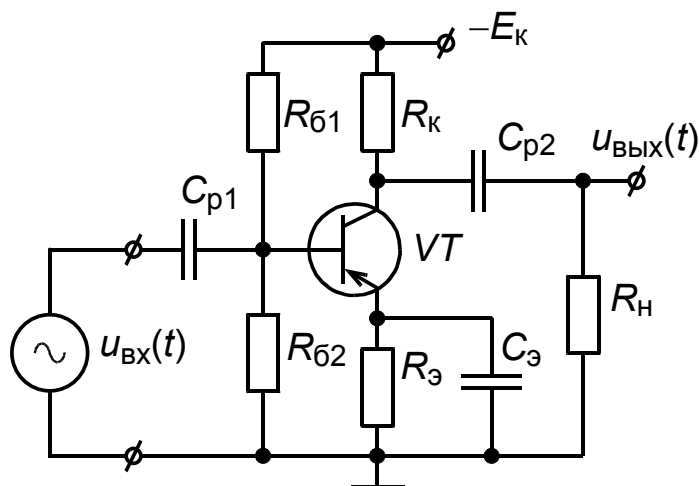
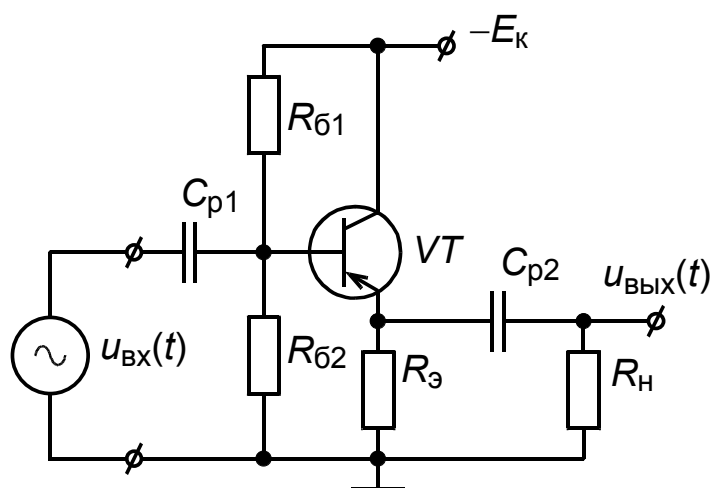

Рис. 1. Схема усилительного каскада по схеме с ОЭ
Рис. 2. Схема усилительного каскада по схеме с ОК
а) используя построенные характеристики и рекомендации, изложенные в методических указаниях, рассчитать графо-аналитическим методом типовой резистивно-емкостной усилительный каскад на биполярном транзисторе (рис. 1), работающий в режиме класса А, при $E_k = 12$ В, $R_k = 3$ кОм, $R_3 = 330$ Ом, $R_H = 10$ кОм, $f_{н гр} = 500$ Гц, $f_{в гр} = 50$ кГц.
а) используя построенные характеристики и рекомендации, изложенные в методических указаниях, рассчитать графо-аналитическим методом типовой резистивно-емкостной усилительный каскад с ОК на биполярном транзисторе (рис. 2), работающий в режиме класса А, при $E_k = 12 \text{ В}$, $R_3 = 3 \text{ кОм}$, $R_n = 10 \text{ кОм}$, $f_{н гр} = 100 \text{ Гц}$, $f_{в гр} = 50 \text{ кГц}$.
3. Схема усилительного каскада, выполненного на транзисторе с общим эмиттером (ОЭ), изображена на рис. 1, а схема усилительного каскада, выполненного на транзисторе с общим коллектором (ОК), изображена на рис. 2.